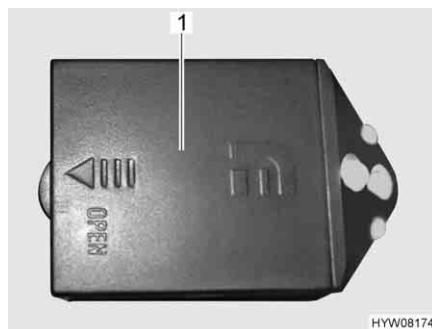

Fig. 182 Luci armadi guardaroba
- Spingere in direzione della freccia e rimuovere il coperchio (Fig. 182,1) delle luci armadi guardaroba.